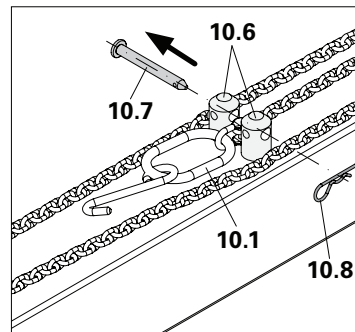

Fig. A3.02a
1. Rimuovere l'inserito a molla (10.8) e il perno (10.7) dagli spinotti (10.6). (Fig. A3.02a)